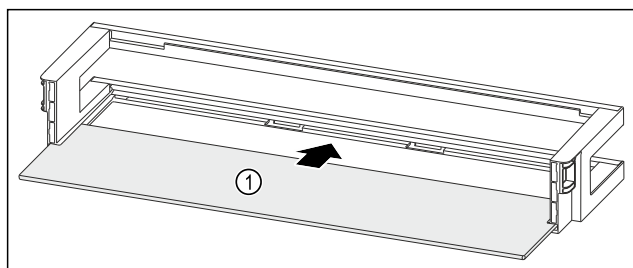

Fig. 250 Balconcino controporta con ripiano
- ▶ Inserire il ripiano Fig. 250 (1) negli incavi laterali.